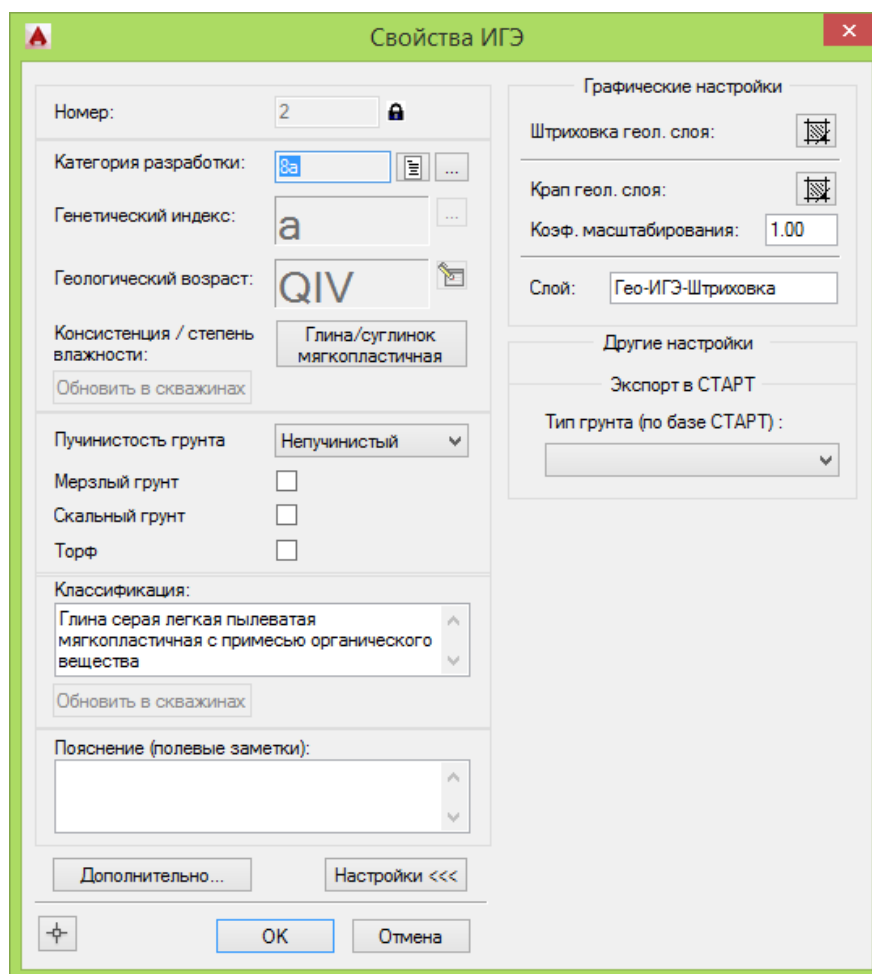

Рис. 51. Диалоговое окно свойств ИГЭ служит для ввода и редактирования данных по ИГЭ: свойств грунта и графических настроек.
- в диалоговом окне *Свойства ИГЭ* (см. Рис. 51) нажать кнопку *Обновить в скважинах*;
Чтобы задать консистенцию мерзлого грунта, следует в диалоговом окне свойств ИГЭ (см. Рис. 51) установить флажок *Мерзлый грунт* – консистенция автоматически будет установлена как *Мерзлый*, и нажать кнопку *Обновить в скважинах*, чтобы внести изменения во все слои скважин по данному ИГЭ. Для мерзлого грунта штриховка консистенции наноситься в виде звездочек на расстоянии 10 мм.
Чтобы просмотреть или изменить нормативные значения, нужно в диалоговом окне *Свойства ИГЭ* нажать *Дополнительно* и в диалоговом окне *Нормативные значения характеристик ИГЭ* (см. Рис. 51) внести изменения.